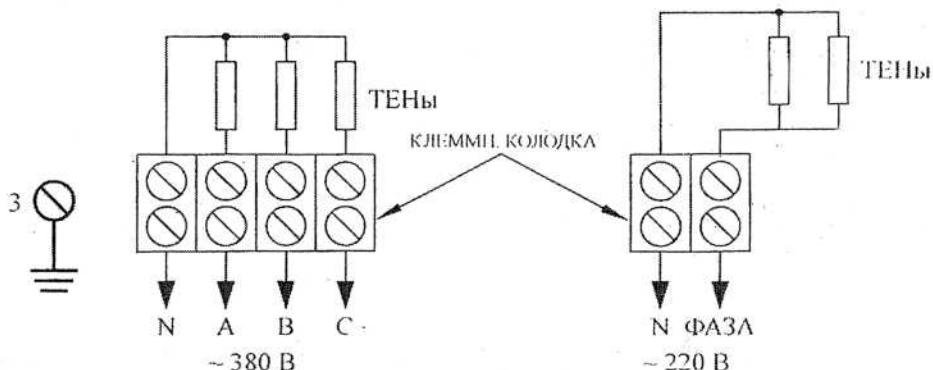

Рис. 2. Схема электрическая подключения устройства
- 6.4 Кабель подачи сетевого напряжения должен быть медным с высокотемпературной оболочкой. Часть соединительного кабеля, находящегося в парильном помещении должна быть помещена в металлические рукава. Схема подключения ЭНУ приведена на Рис. 2.